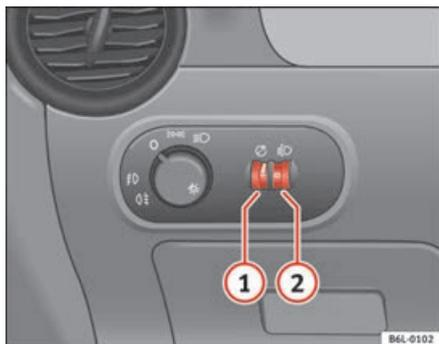

Fig. 58 Tableau de bord :
Lorsque l'éclairage est allumé, la luminosité du rhéostat d'éclairage des cadrans et des commandes peut être réglée en continu en tournant la molette ⇒ fig. 58 ①.